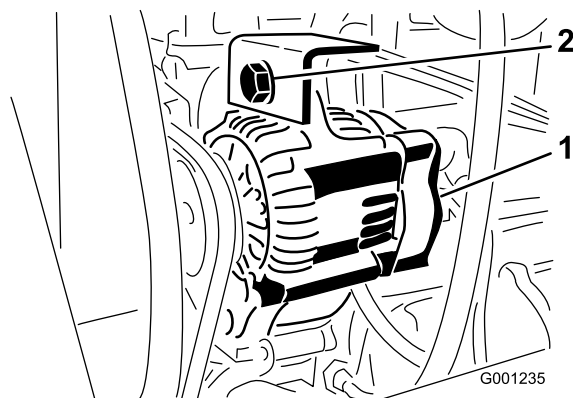

Figura 72
2. Desaperte o parafuso de montagem do alternador (Figura 72)..
3. Aumente ou diminua a tensão da correia do alternador e aperte o parafuso de montagem (Figura 72).